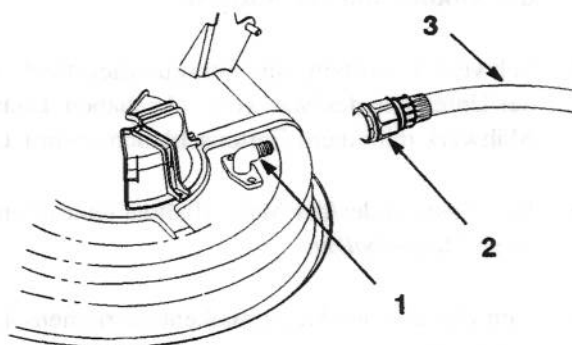

Bild 54
2. Den Anschluß (nicht mitgeliefert) am Waschananschlußstutzen des Mähers anbringen und den Wasserhahn voll aufdrehen (Bild 54).